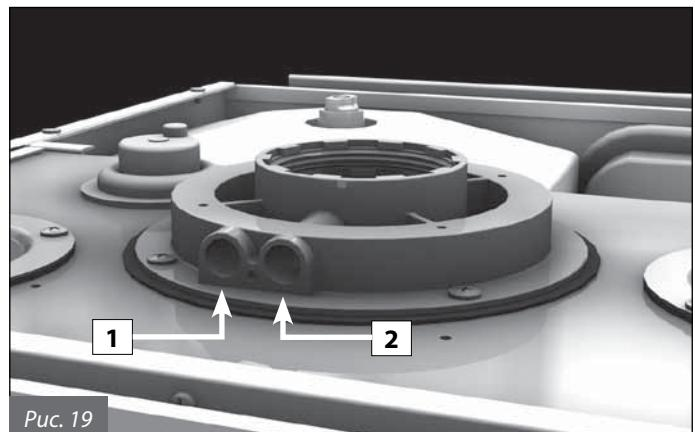

Рис. 19
На патрубке размещены отверстия для забора проб воздуха поступающего на горение и дымовых газов (рис. 19).
- замер температуры воздуха поступающего на горение через соответствующее отверстие 1 (рис. 19).
- замер температуры и содержания CO₂ в дымовых газах через соответствующее отверстие 2 (рис. 19).